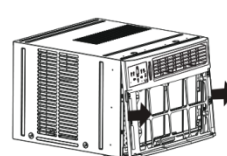

Fig.3
4. Poussez le côté métallique du caisson pour libérer les languettes en plastique de chaque côté du panneau avant (voir fig.3).